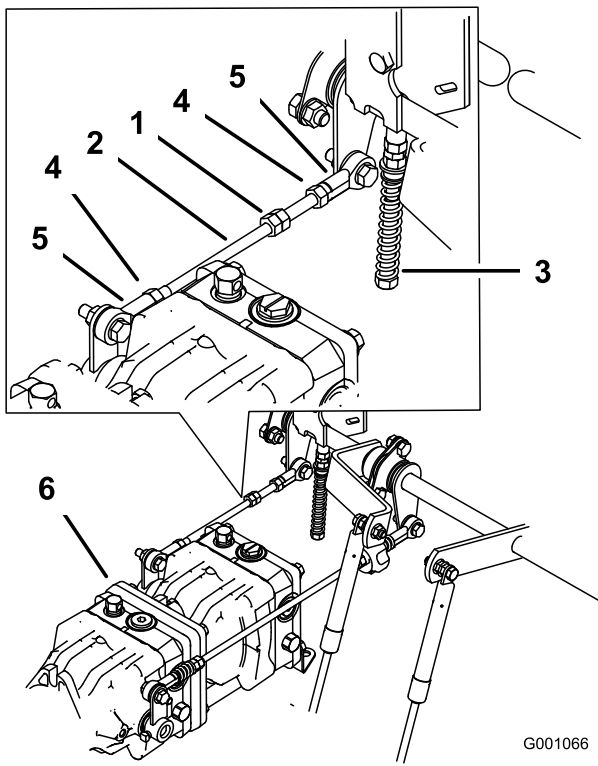

Figura 82
1. Afloje las contratuercas de la articulación esférica de la varilla de control de la bomba (Figura 82).
3. Ajuste la longitud de la varilla de la bomba girando las tuercas dobles de la varilla, en el sentido apropiado, hasta que la rueda quede estacionaria o se mueva muy lentamente en marcha atrás (Figura 82).
6. Apriete las contratuercas de las articulaciones esféricas (Figura 82).